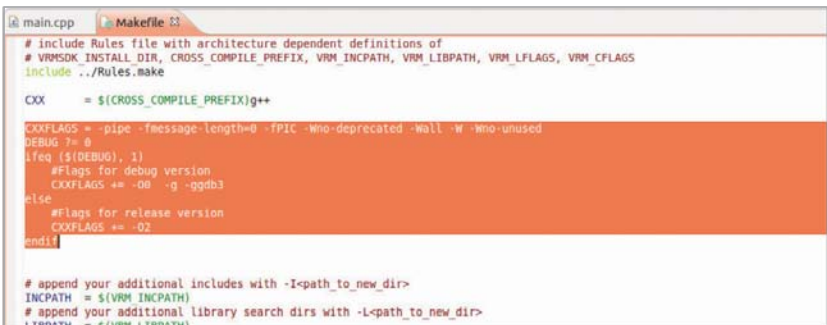

図25: デバッグフラグの追加
11. →79ページの図25に示したラインを以下のラインに置き換えます: